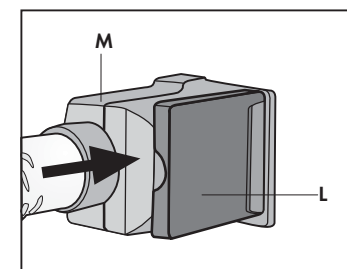

Fig. 22
- Chiudere lo sportello della presa accessori (L) sul corpo dell'attacco rapido assicurandosi che i due particolari si aggancino. **(Fig. 22)**